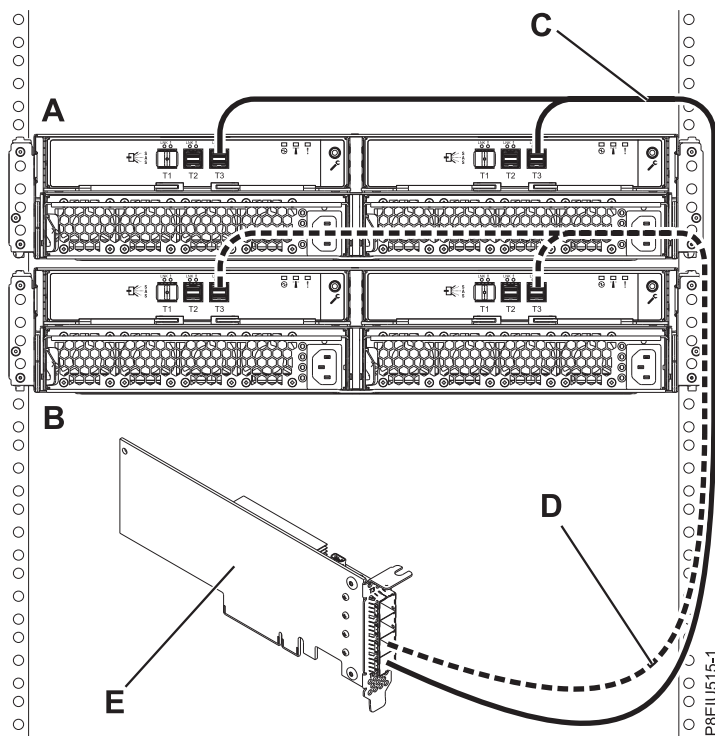

Рисунок 15. Подключение двух Блоки памяти ESLL и ESLS к одному адаптеру SAS FC EJ0J или FC EJ0M с помощью кабелей YO12 (режим 1)
15. Подключите два корпуса (A и B) с помощью кабелей YO12 (C и D) к одному адаптеру SAS FC EJ0J или FC EJ0M (E) в режиме 1 (см. рис. 15 на стр. 18) и перейдите к шагу “Подключение кабелей данных, кабелей питания и установка крышек” на стр. 24.